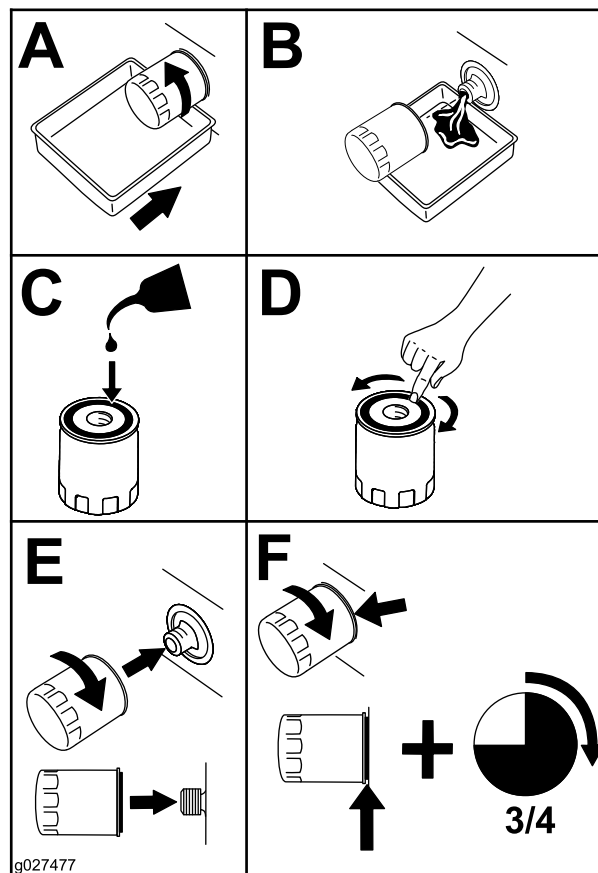

Figure 87
6. Remplacez le filtre à huile moteur comme montré à la Figure 87.